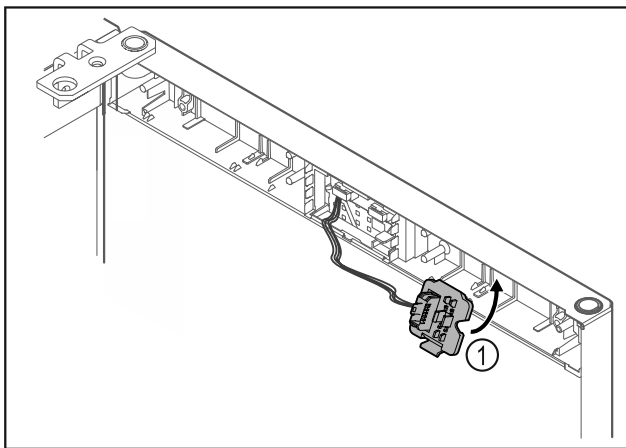

Fig. 25
- ▶ Κουμπώστε το στήριγμα του φινι Fig. 25 (1) στην απέναντι πλευρά.